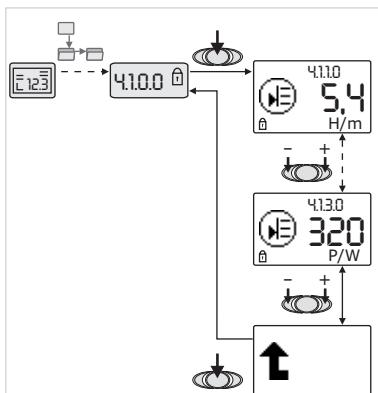

Fig. 35: Activar informações
- Ao premir os botões de regulação pode-se comandar elementos de menu do tipo “Informação” do submenu actual (ver Fig. 35). A explicação das regulações representadas pelos símbolos encontra-se na tabela do capítulo 8.7 “Elementos de menu de referência” na página 191.